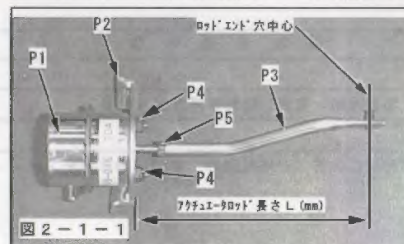

図2-1-1
- (1) P4を使用して、P2をP1に取付けてください。(図2-1-1)
- (2) P5を使用して、P3をP1に取付けてください。(図2-1-1)